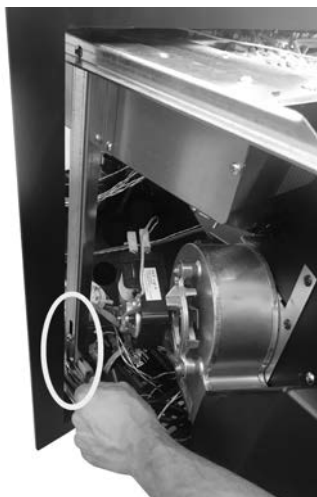

Fig. 28 - Afloje los tornillos
- Afloje los 2 tornillos hexagonales de ambos lados del insertable (véase **Fig. 28**).